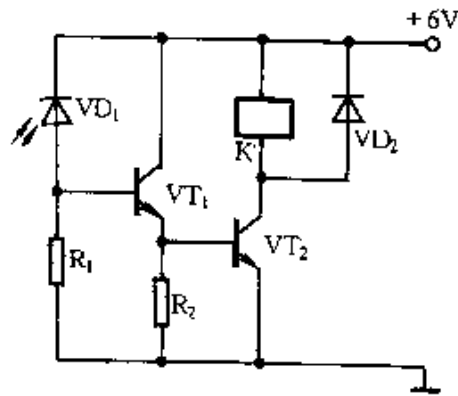

图 2-284
① 光电二极管可以用作光控。图 2-284 所示为光控开关电路。无光照时,光电二极管 VD_1 因接反向电压而截止。当有光照到光电二极管 VD_1 时, VD_1 从截止转变为导通,使晶体管 VT_1 、 VT_2 导通,继电器 K 吸合接通被控电路。